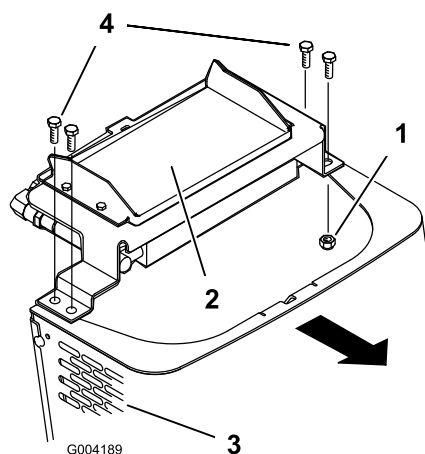

Рисунок 28
6. Снимите болты с буртиком и гайки, которые крепят масляный радиатор к верху передней сетки (Рисунок 28).